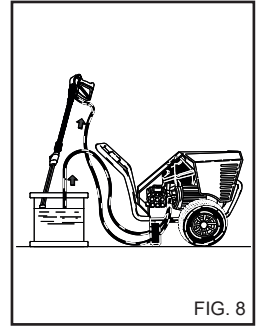

FIG. 8
Depois do uso, o circuito de sucção de detergente deverá ser enxaguado com água limpa (fig. 8).
1) Depois de usar o detergente, enxágue o circuito de sucção; enfile o tubo de sucção (fig. 8) de detergente num tanque contendo água limpa e faça com que a bomba funcione por um minuto com a torneira de dosagem completamente aberta e com a lança em fase de saída de detergente.
4) Depois da utilização do detergente, enxágue o circuito de sucção; enfie o tubo de sucção (fig. 8) de detergente num tanque contendo água limpa e faça com que a bomba funcione por 1 minuto com a lança em fase de saída de detergente.